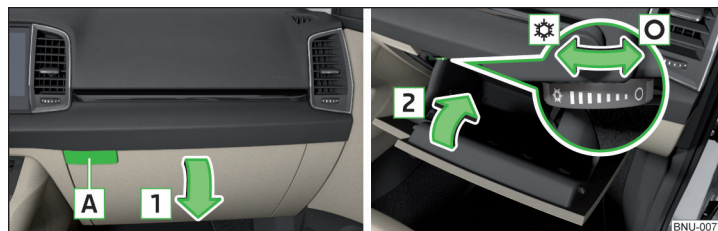

Fig. 116 Ouvrir le vide-poches / fermer le vide-poches et ouvrir la ventilation
- Pour **ouvrir**, appuyez sur la touche **A**. Le couvercle est rabattu dans le sens de la flèche **1** » fig. 116.
- Pour **ouvrir**, tournez l'interrupteur rotatif jusqu'à la butée dans la position **☼** » fig. 116.